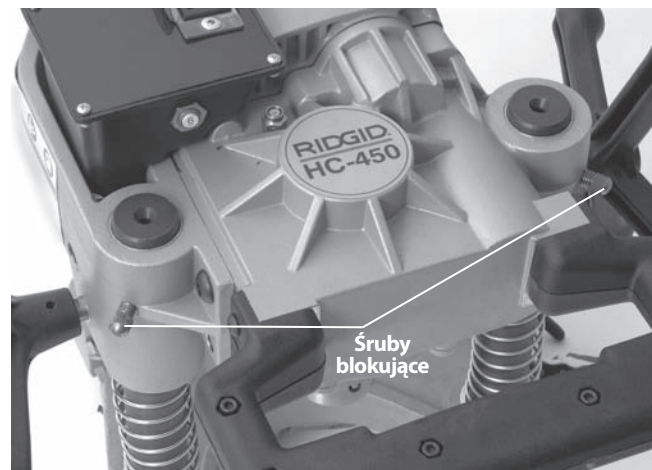

Rysunek 12 – Umiejscowienie szczotek - zdjęta pokrywa silnika
- Za pomocą szczypiec wyciągnąć szczotki. Odłączyć przyłącze. (Patrz Rysunek 12.)